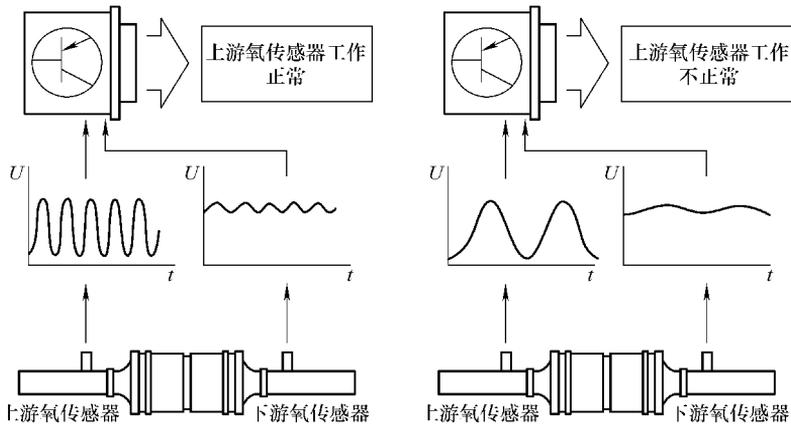

图 4-6 上、下游氧传感器通过信号对比对三元催化转化器的检查
(2) 下游氧传感器信号分析 下游氧传感器安装在三元催化转化器后面，其目的是为了检验三元催化转化器的工作是否正常（图 4-6）。如上游使用的也是二氧化锆型氧传感器，氧气全部用于转化，下游氧传感器的电压信号应处于 0.5 ~ 0.7V 之间。